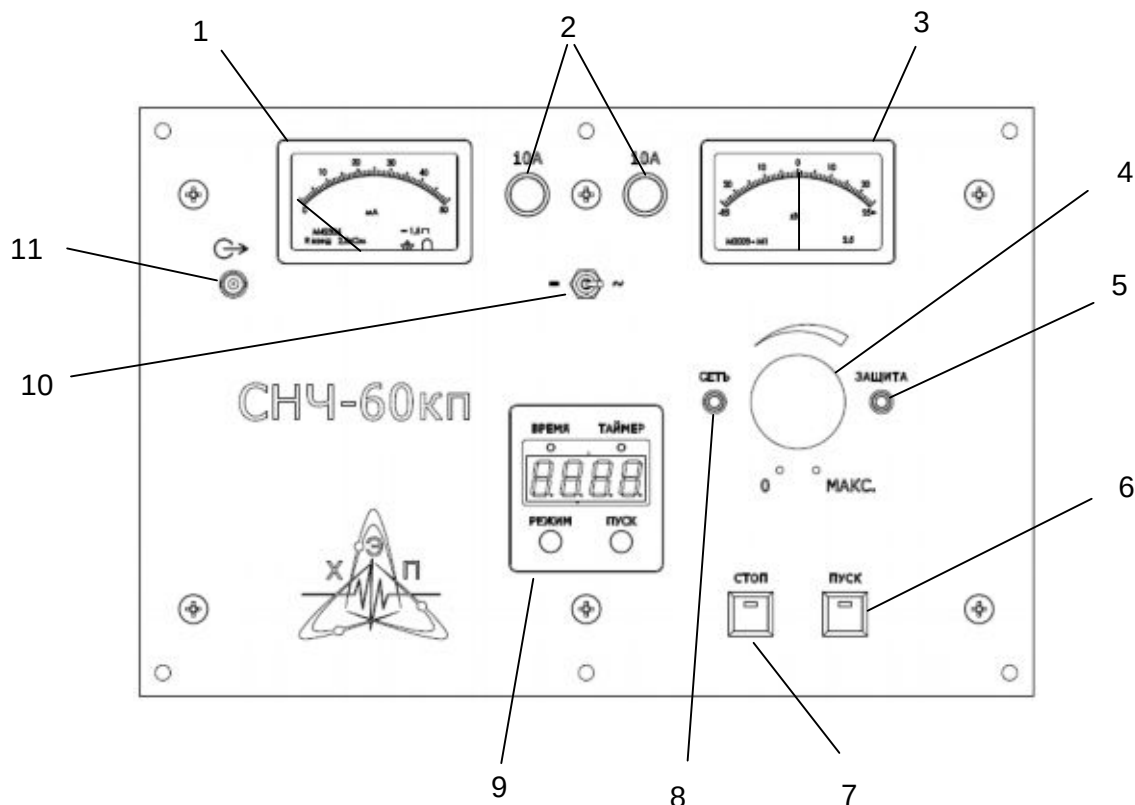

Рисунок 1. Передняя панель блока управления.
1.5.9. Напряжение с выхода регулятора поступает на разъём X10 через контакты реле K1.1. Реле K1 включается при нажатии на кнопку SB3 «ПУСК» (Рисунок 1. Поз.6). Ток в цепи выходного напряжения регулятора контролируется платой управления. Для этого цепь выходного напряжения регулятора подключена через разъём X17 платы управления. При превышении током величины 7,5 А реле K1 отключается, включается индикатор HL4 «ЗАЩИТА» (Рисунок 1. Поз.5).
1.5.11. Включение режима испытаний возможно только в нулевом положении регулятора напряжения. Его положение контролируется с помощью концевого выключателя SB1. В нулевом положении концевой выключатель должен быть замкнут. Если регулятор не установлен в нулевое положение, подсветка кнопки «СТОП» HL1 (Рисунок 1.Поз.7) мерцает. Если Установка готова к испытаниям индикатор на кнопке «СТОП» светится непрерывно.
1.5.12. Переключение режима испытаний (постоянный ток или 0,1 Гц) осуществляется переключателем SA1 (Рисунок 1.Поз.10).
1.5.13. Включение режима испытаний производится нажатием кнопки SB3 «ПУСК» (Рисунок 1.Поз.6). При этом индикатор готовности на кнопке «СТОП» гаснет, индикатор на кнопке «ПУСК» HL2 загорается, индицируя переход в режим испытания. Включается реле K1, формируются сигналы управления высоковольтными коммутаторами высоковольтного блока.
1.5.23. Форма испытательного напряжения в фазе компенсации может изменяться в зависимости от ёмкости объекта испытаний. Форму напряжения можно контролировать с помощью осциллографа, подключённого к разъёму на передней панели блока управления (Рисунок 1. поз.11). Коэффициент передачи напряжения на осциллографическом выходе составляет 75 мВ/кВ.
2.3.4. Выбрать режим работы установки с помощью переключателя режима (см. рисунок 1 поз.10).
2.3.5. Включить режим испытания Установки, нажатием кнопки «ПУСК» (см. рисунок 1 поз. 6). При этом кнопка «ПУСК» светится.
2.3.6. Поворачивая ручку регулятора напряжения по часовой стрелке, плавно поднять напряжение на исследуемом объекте до необходимого значения для данного испытания. При этом значение выходного напряжения контролировать по показаниям регистратора выходного напряжения (см. рисунок 1 поз. 3). Ток заряда емкости исследуемого объекта можно оценить по показаниям индикатора выходного тока (см. рисунок 1 поз. 1). Стрелка регистратора выходного напряжения будет отклоняться от нулевого положения вправо и влево с частотой испытательного напряжения.